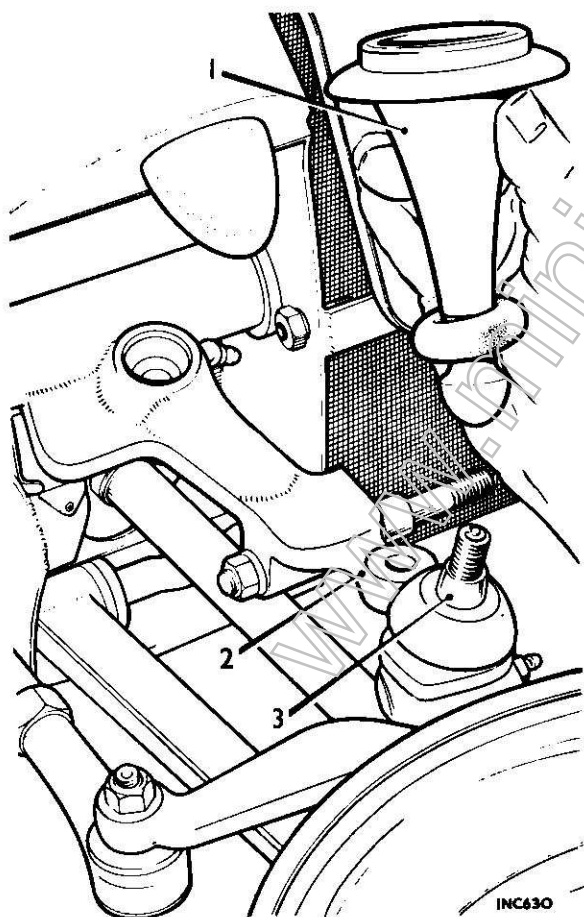

Fig. K.4
- (4) Dopo aver compresso l'elemento elastico, sollevare la vettura e togliere la ruota.
- (5) Rimuovere il tampone di gomma dalla testata del telaio.
- (6) Staccare il braccio superiore della sospensione con l'attrezzo 18G 1063, dopo aver svitato il dado di bloccaggio.
- (7) Con l'elemento elastico compresso, rimuovere il puntone (Ved. Fig. K.4).
- (8) Staccare l'ammortizzatore, estrarre il braccio superiore dal perno sferico e rimuovere quindi il braccio.
- (9) Tener ferma la vite centrale, senza farla ruotare; girare la leva del cricco nel senso di svitare sino a scaricare l'elemento; togliere l'attrezzo ed estrarre l'elemento dalla testata.